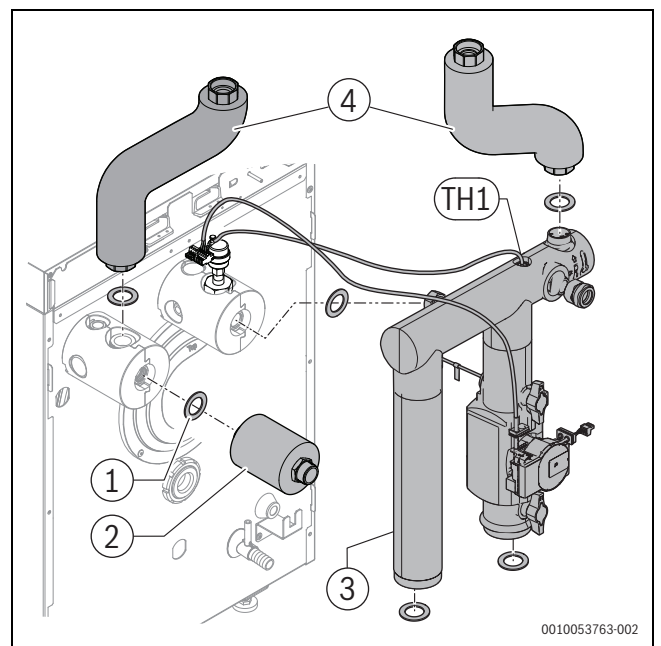
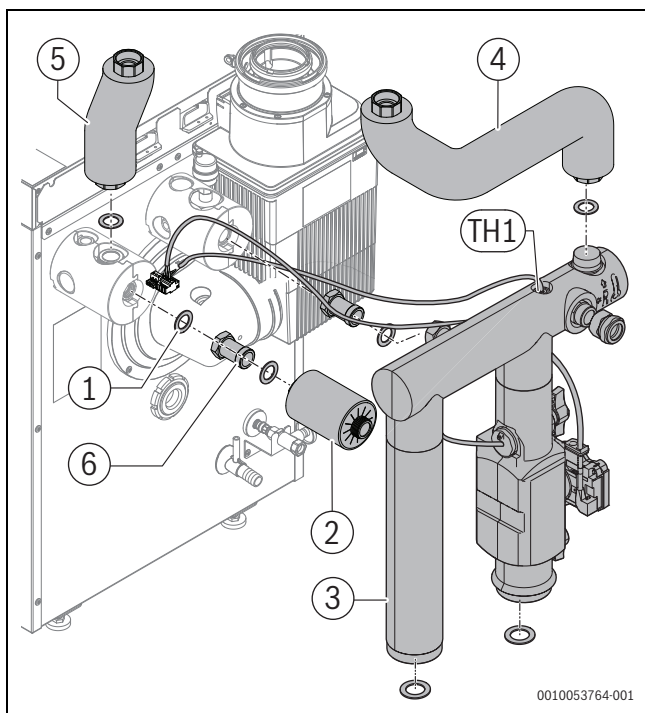

Bild 5 Montage Rohrgruppe HF-Set HYC40
Bild 7 Montage Rohrgruppe HF-Set HYC40
- ▶ Rohrgruppe entsprechend Bild 5 beziehungsweise Bild 7 montieren; **Alle Varianten.**
- ▶ Rohrgruppe entsprechend Bild 7 montieren.